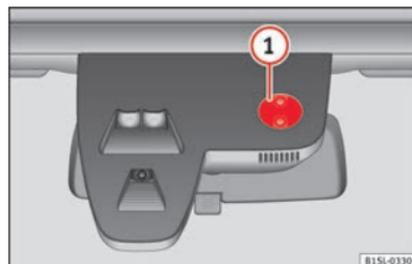

Fig. 115 Superfície de referência do sensor de chuva.
Alguns exemplos de eventuais causas de anomalias e interpretações errôneas *na zona da superfície de referência* ►► **Fig. 115 (1)** do sensor de chuva e luz: